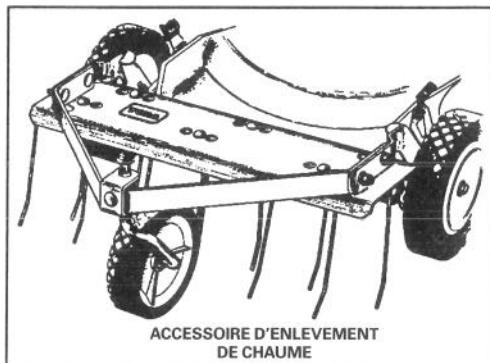

Figure 32
2. Kit de déchaumeuse, modèle N° 59131 – Se monte en quelques minutes. Se fixe à l'avant pour permettre une bonne manœuvrabilité. Les fourches à ressort soulèvent le chaume qui est alors aisément aspiré dans le sac à herbe (Fig. 32) et peut être jeté facilement.